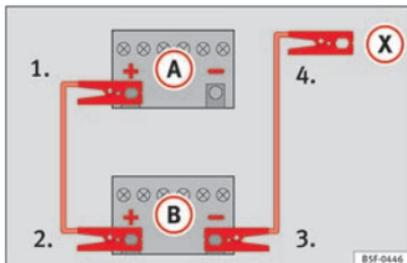

Fig. 163 Esquema de conexión para vehículos sin sistema Start-Stop.
2. Emborne un extremo del cable *rojo* de emergencia al polo positivo (+) del vehículo con la batería descargada (A) » » » **fig. 163**.
3. Emborne el otro extremo del cable *rojo* de emergencia al polo positivo (+) del vehículo que suministra la corriente (B).
4. **En los vehículos sin sistema Start-Stop:** emborne un extremo del cable *negro* de emergencia al polo negativo (-) del vehículo que suministra la corriente (B) » » » **fig. 163**.
– **En los vehículos con sistema Start-Stop:** emborne un extremo del cable *negro* de emergencia (X) a un terminal de peso adecuado, a una pieza de metal maciza que